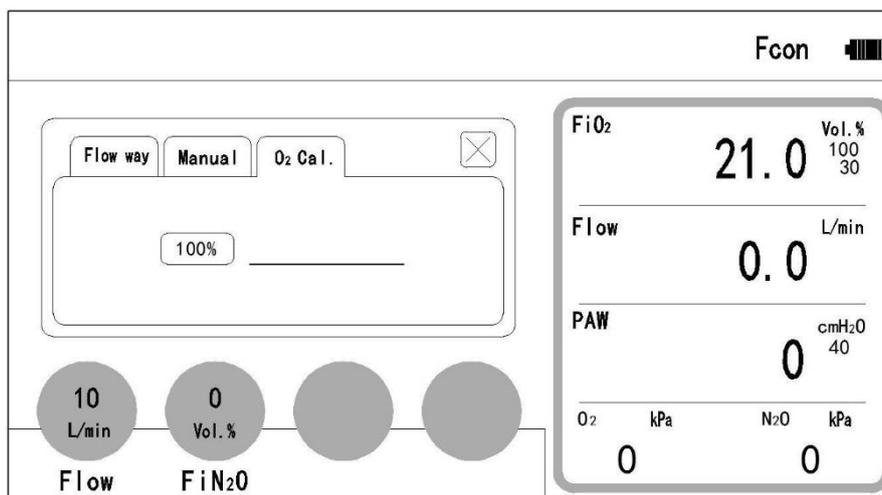

Рис. 23 Калибровочная панель O₂
- Нажмите клавишу «», панель перейдет в режим настройки системы. Пожалуйста, обратитесь к Рис. 23.
- Поверните кнопку *установки и подтверждения* (п. 7 на Рис. 15) в положение O₂ Cal., нажмите на неё (п. 7 на Рис. 15), чтобы отобразить калибровочную панель O₂ (см. Рис. 23).